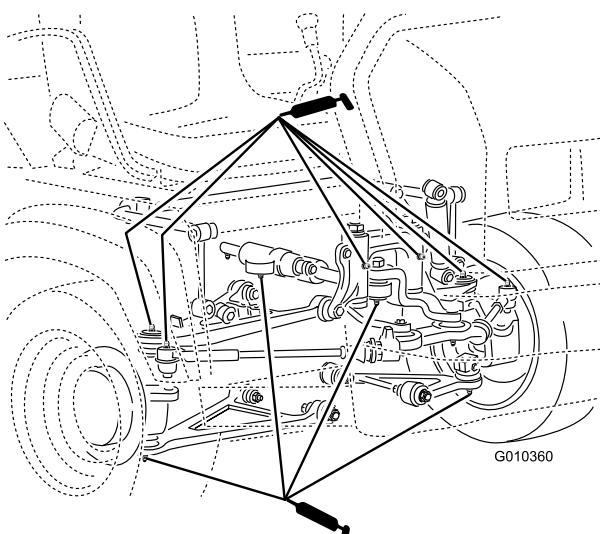

Figure 41
- Rotules (4), biellettes (2), supports de pivot (2) et vérin de direction (2) (Figure 41)